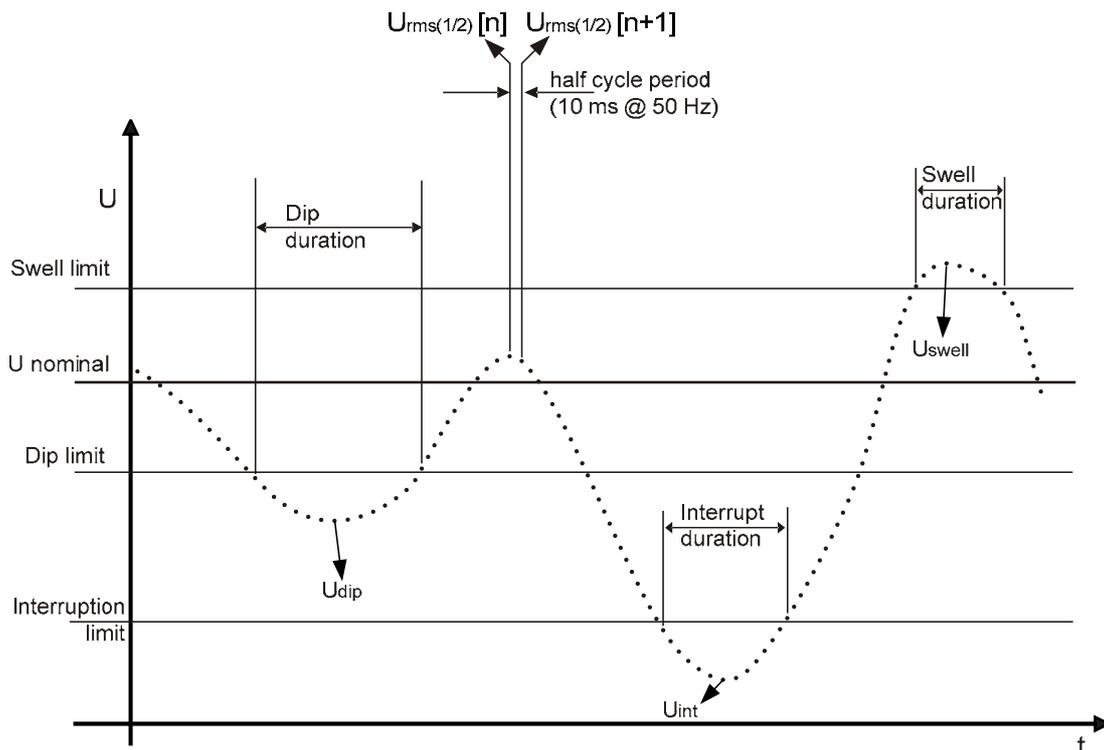

Abbildung 5.8 Definition Spannungsereignisse
- Bei Einphasensystemen beginnt ein Spannungsabfall, sobald die Spannung $U_{Rms(1/2)}$ den Schwellenwert für den Spannungsabfall unterschreitet, und er endet, wenn die Spannung $U_{Rms(1/2)}$ größer gleich dem Schwellenwert für den Spannungsabfall plus 2% der Hysteresespannung ist (s. Abbildung 5.8)
- Bei Einphasensystemen beginnt ein Spannungsanstieg, sobald die Spannung $U_{\text{Rms}()}$ den Schwellenwert für den Spannungsanstieg überschreitet, und er endet, wenn die Spannung $U_{\text{Rms}(1/2)}$ kleiner gleich dem Schwellenwert für den Spannungsanstieg plus 2% der Hysteresespannung ist (s. Abbildung 5.8)
- Bei Einphasensystemen beginnt eine Spannungsunterbrechung, sobald die Spannung $U_{Rms(1/2)}$ den Schwellenwert für die Spannungsunterbrechung unterschreitet, und sie endet, wenn die Spannung $U_{Rms(1/2)}$ größer gleich dem Schwellenwert für die Spannungsunterbrechung plus Hysterese ist (s. Abbildung 5.8).